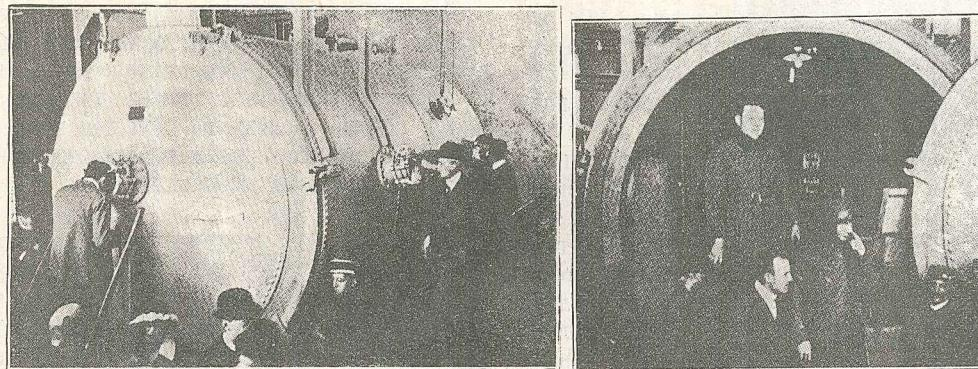

Рис. 1. Стальная комната с разреженным воздухом и охлаждением для физиологического испытания летчиков. Слева — комната закрыта, справа — открыта.
Рис. 1. 1) корпус (фюзеляж), 2) крыло, 3) руль поперечной устойчивости (элерон), 4) руль высоты, 5) руль направления 6) киль (вертикальный стабилизатор), 7) колесо, 8) стойка шасси, 9) съемная коробка из фанеры, закрывающая переднюю часть корпуса, 10) несущая растяжка из стальной проволоки 2,5 м.м., 11) поддерживающая растяжка 2 м.м., 12) кабин из 2-х стальных труб, 13) помещение пилота.
Рули сделал по возможности большие, имея в виду небольшие скорости, при которых летает планер (40—60 км./час.). Общая схема получилась, как на рис. 1.
**выносливости и степени физического развития:** а) самый естественный способ — это исследование в стальной комнате, из которой постепенно выкачивается воздух, при этом следят за испытуемым, как он это переносит (рис. 1).